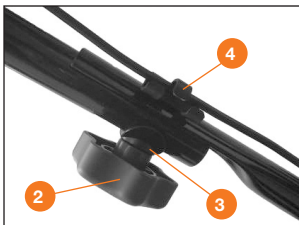

Рис. 10
- Закрепите верхнюю часть рукоятки к корпусу газонокосилки с помощью болта 4, шайбы 3 и барашковой гайки 2 (Рис. 10).